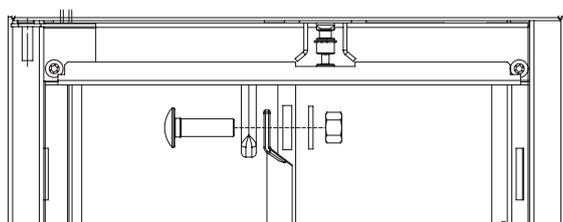

Figura 94. Collegamento dei cavi
- d) Collegare i cavi ai terminali come mostra la figura 94.